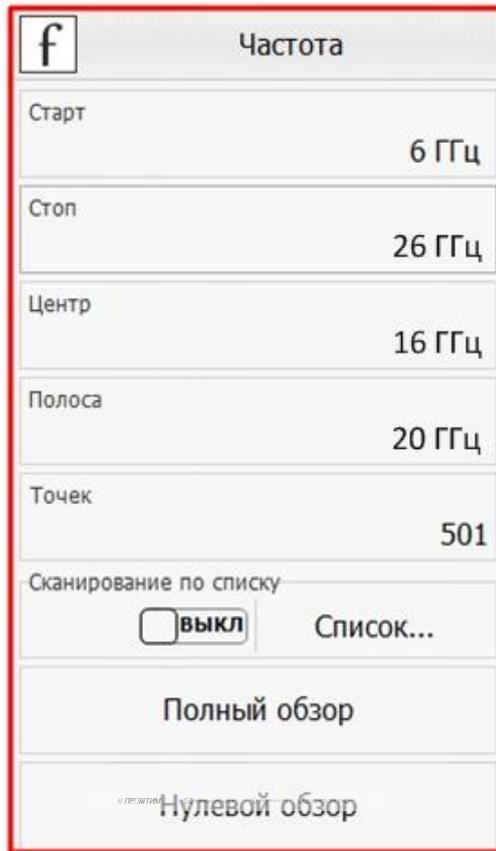

Рис. 5. Установка частотного диапазона для калибровки выходной мощности
- Установить частотный диапазон для калибровки выходной мощности ВАЦ. **Частотный диапазон при калибровке должен включать в себя весь частотный диапазон работы умножителя.** В нашем примере диапазон калибровки 6...26 ГГц (рис. 5).